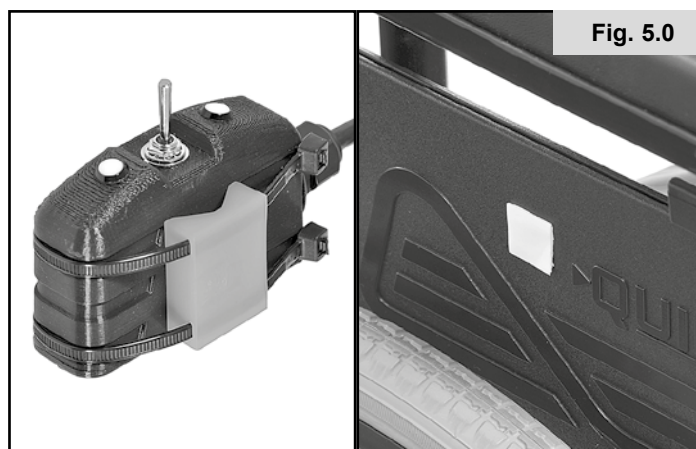

Fig. 5.0
4. Die Schaltbox kann mit den Kabelbindern auch an einer flachen Oberfläche befestigt werden (Fig. 5.0).